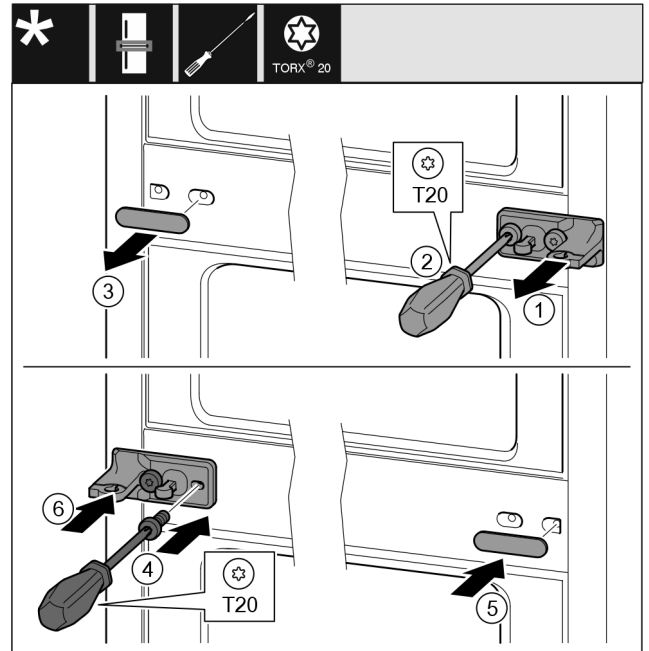

Fig. 12
- ▶ Снимите шайбу Fig. 12 (1).
- ▶ Выкрутите винты Fig. 12 (2) отверткой.
- ▶ Осторожно снимите крышку Fig. 12 (3).
- ▶ Плотно прикрутите опорный кронштейн с подкладкой Fig. 12 (4) с другой стороны, повернув его на 180°.
- ▶ Установите крышку Fig. 12 (5) с другой стороны, повернув ее на 180°.
- ▶ Спереди установите шайбу Fig. 12 (6).